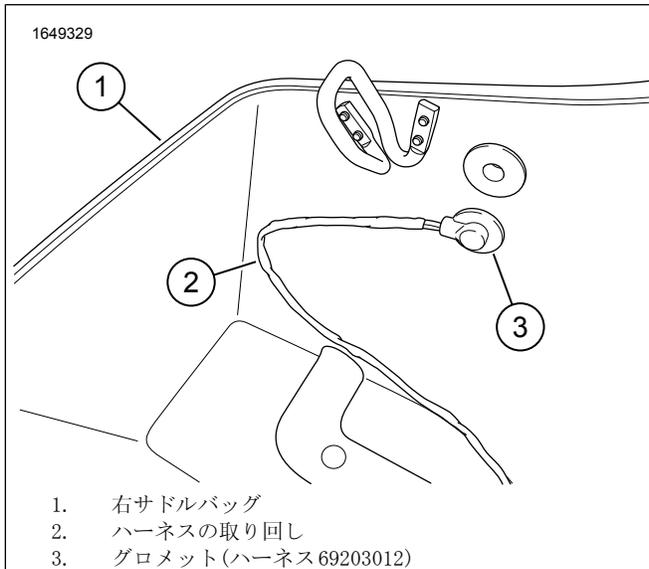

図17。右サドルバッグハーネスの取り回し
- a. 図17を参照してください。ハーネスの取り回しが適切になるまでグロメットを回転させます。